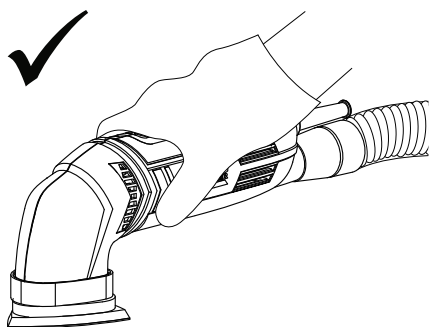
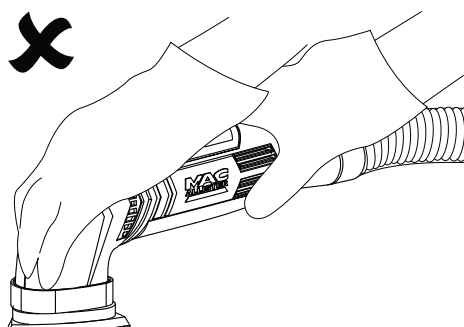

Fig. 9
Fig. 10
- > Tenez le produit fermement par la surface d'accroche (3) (Fig. 9). Ne couvrez pas les ouvertures d'aération (1) (Fig. 10 - 12).